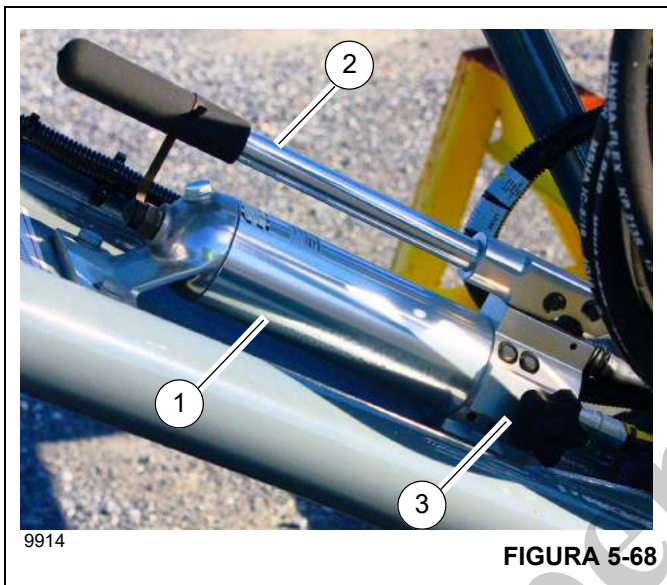

FIGURA 5-68
18. Instale os quatro pinos (5, Figura 5-39) e grampos de retenção (6) para prender a extensão da lança na extremidade da lança. Se necessário, use o macaco (1, Figura 5-68) para instalar o quarto pino: